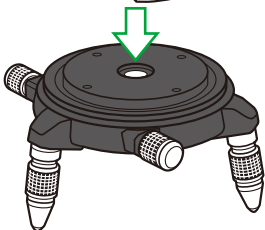

図 1
1. レーザー墨出器本体をまっすぐ台座にセットします。(図 1)